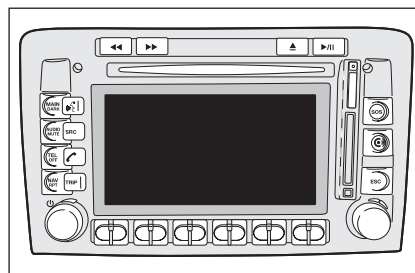

fig. 4
- ☐ con Connect Nav + **fig. 4**.